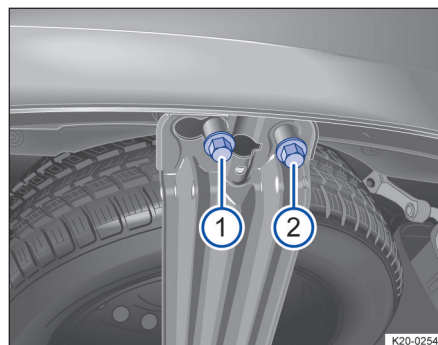

Fig. 208 Sub autovehicul: șurubul de siguranță ① și șurubul de fixare ② al suportului roții de rezervă.
1. Desfaceți cu cheia de roată din trusa de scule șurubul de siguranță → fig. 208 , până când se învâрте în gol.
2. Desfaceți complet șurubul de fixare → fig. 208 .
6. Înșurubați complet șurubul de fixare → fig. 208 cu cheia de roată.
7. Înșurubați complet șurubul de siguranță → fig. 208 cu cheia de roată.